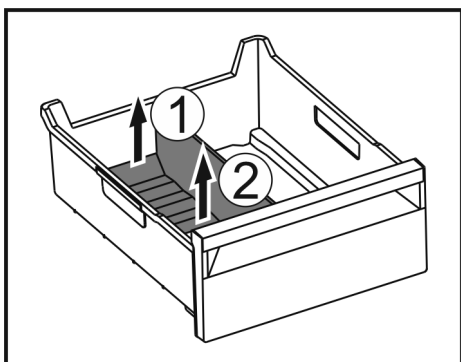

Fig. 183
- Løft den bageste del af frostrumsadskilleren. Fig. 183 (1)
- Tag frostrumsadskilleren op og ud. Fig. 183 (2)